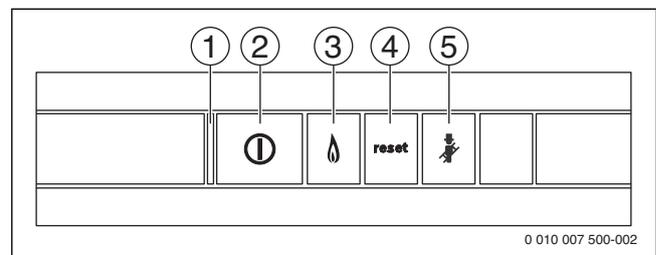

Bild 189 Bedientasten
► Gerät am Ein/Aus-Schalter (→ Bild 189) einschalten.